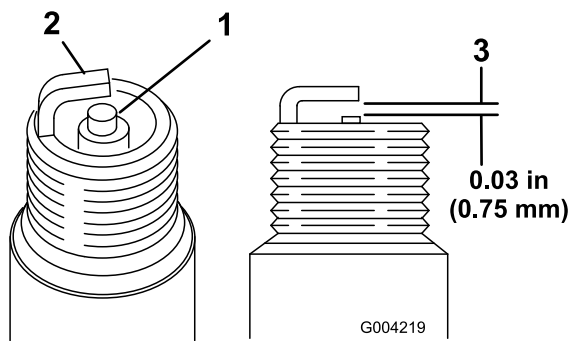

Figure 50
- Examinez le centre des bougies (Figure 50). Si le bec de l'isolateur est recouvert d'un léger dépôt gris ou brun, le moteur fonctionne correctement. S'il est couvert d'un dépôt noir, c'est généralement signe que le filtre à air est encrassé.
- Contrôlez l'écartement entre l'électrode centrale et l'électrode latérale (Figure 50).
- Courbez l'électrode latérale (Figure 50) si l'écartement est incorrect.